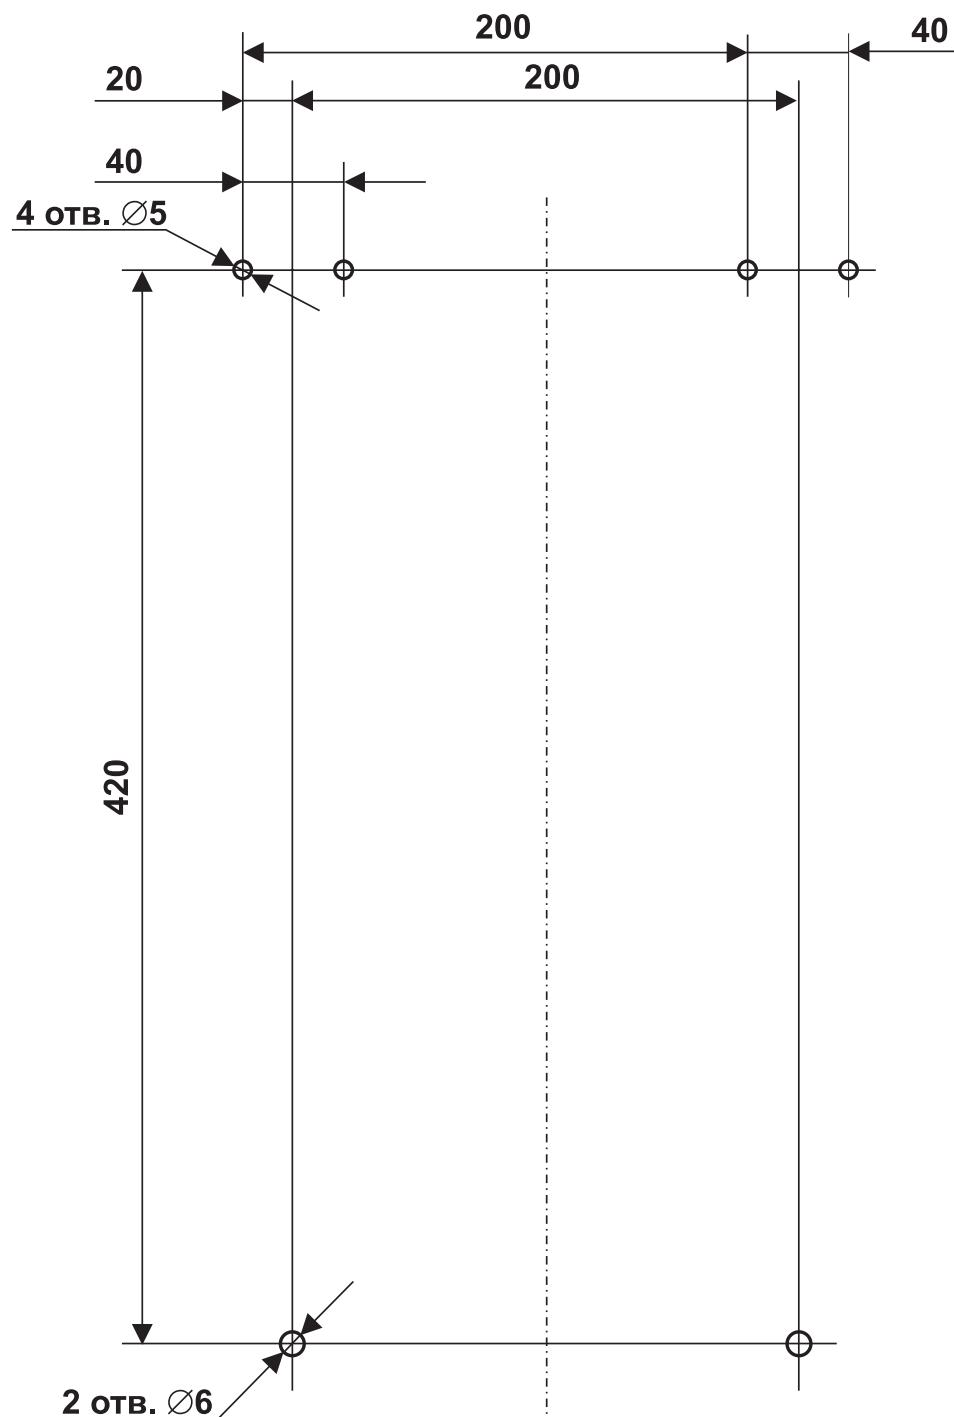

Рис. 1. Разметка крепления блока контроллеров
- Произведите разметку и разделку четырех отверстий Ø5 согласно рис. 1, 2 (см. Приложение 1).
- Установите блок на скобы и разметьте отверстия Ø6 согласно рис. 1, 2 (см. Приложение 1).